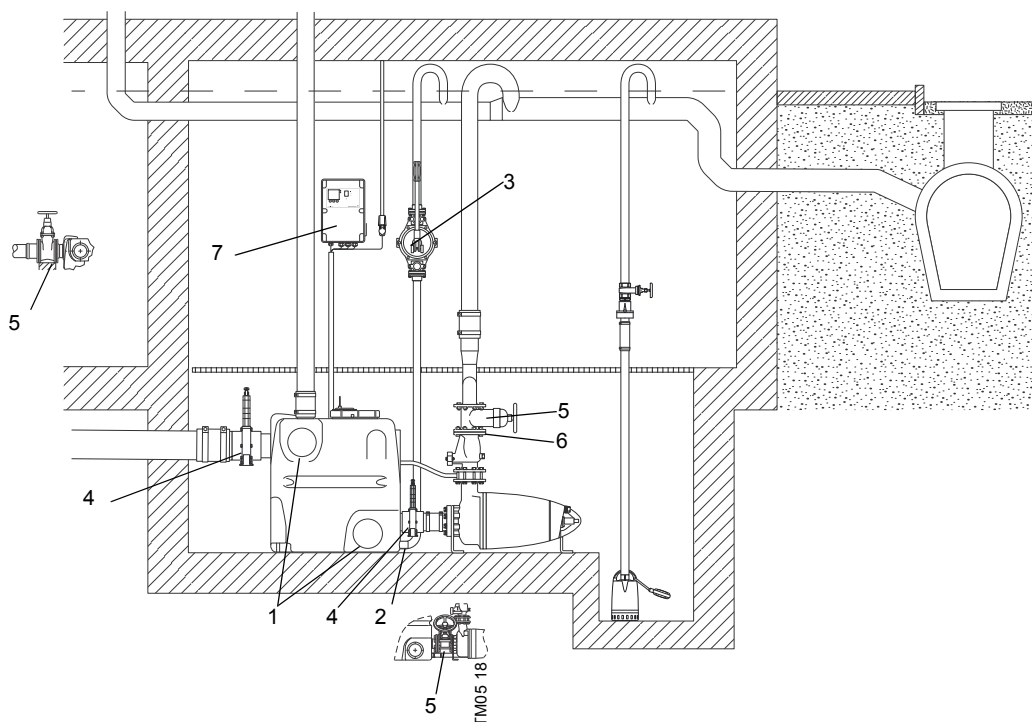

Рис. 15 Схема монтажа Multilift MD1 и MDV
- Оборудуйте отстойник ниже уровня фундамента. Если насосная станция устанавливается в подвале, в котором существует опасность просачивания грунтовых вод, рекомендуется (а в некоторых странах требуется) использовать дополнительный дренажный насос в отдельном приемке ниже уровня фундамента для осушения комнаты. См. рис. 15.
- Все напорные патрубки насосной станции, диафрагменного и дренажного насосов должны быть оснащены петлей, расположенной над уровнем стоячей воды. Высшая точка U-образного колена или обратного гидравлического затвора должна находиться выше уровня грунта. См. рис. 15.
Задвижки перед всасывающим отверстием и между резервуаром и насосами могут быть изготовлены из чугуна или ПВХ. Принадлежности следует выбирать в зависимости от материала. Конец трубопровода или задвижку из ПВХ можно запрессовать непосредственно в муфту (гнездо) со вставным уплотнением (рис. 15).
Если насосная станция Multilift исполнения MD1 или MDV устанавливается в подвале, в котором существует опасность просачивания грунтовых вод, рекомендуется (а в некоторых странах требуется) использовать дополнительный дренажный насос в отдельном приемке ниже уровня пола. На рис. 15 показана насосная станция, установленная согласно нормам и правилам, действие которых распространяется на данный тип насосных станций.